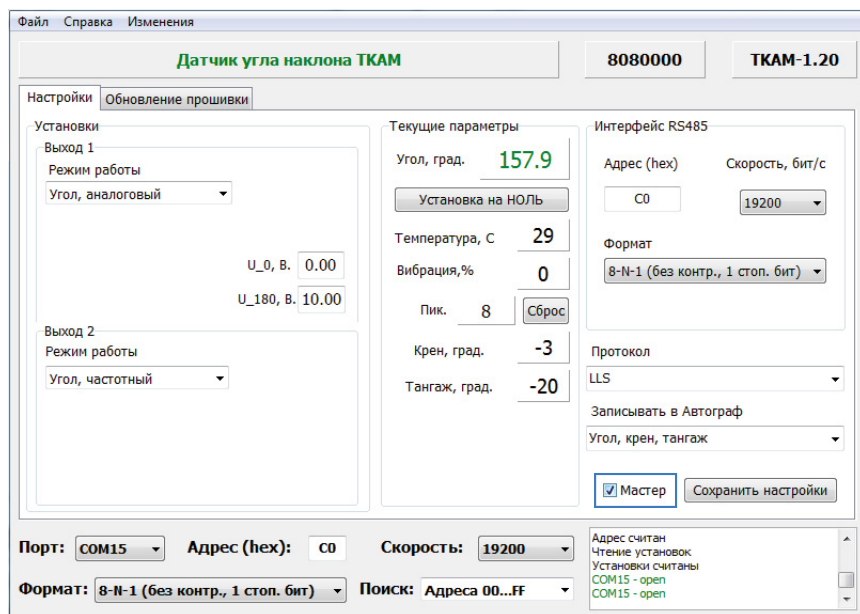

Рис.25. Включение настройки «Мастер».
- Установите галочку «Мастер» (Рис.25).